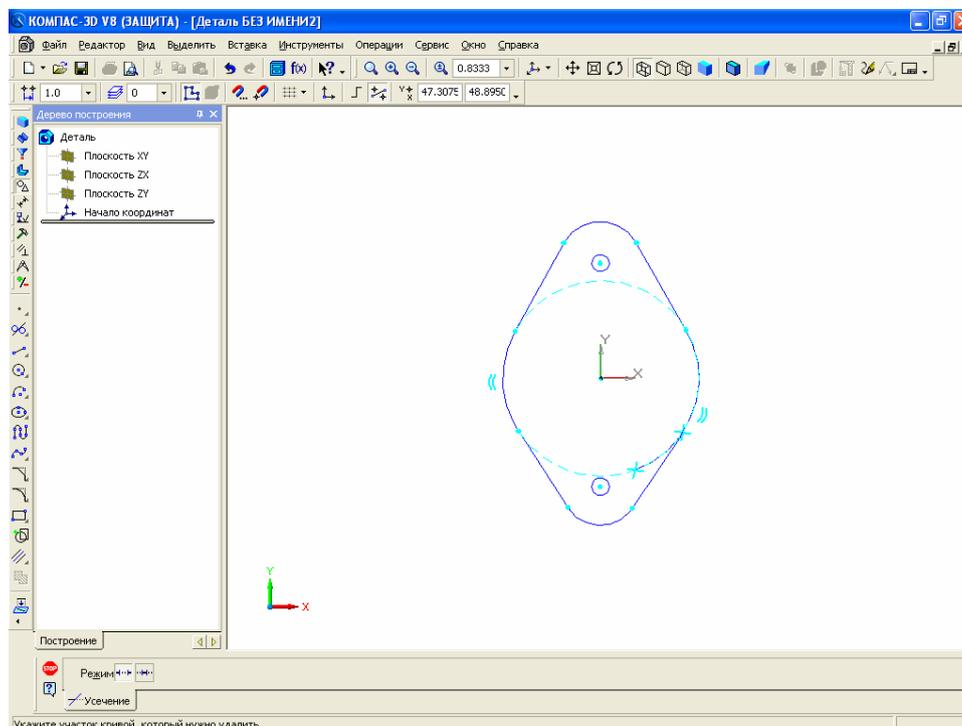

Рис. 25. Результат работы с инструментом **Усечь кривую**
20. Удалите ненужные линии при помощи инструмента (Усечь кривую), расположенную на инструментальной панели **Редактирование**. Результат работы с инструментом представлен на рис. 25.